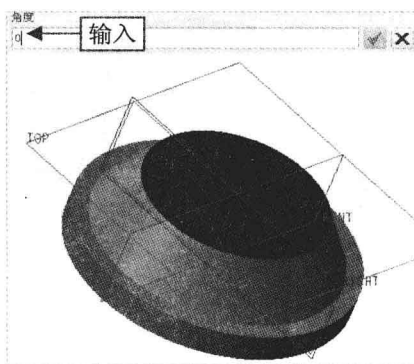

图 8-17 输入 0
Step 04 在模型上选择顶面, 并选择 A_2 选项, 在模型树中选择 RIGHT 选项, 在弹出的“角度”文本框中输入 0, 如图 8-17 所示。